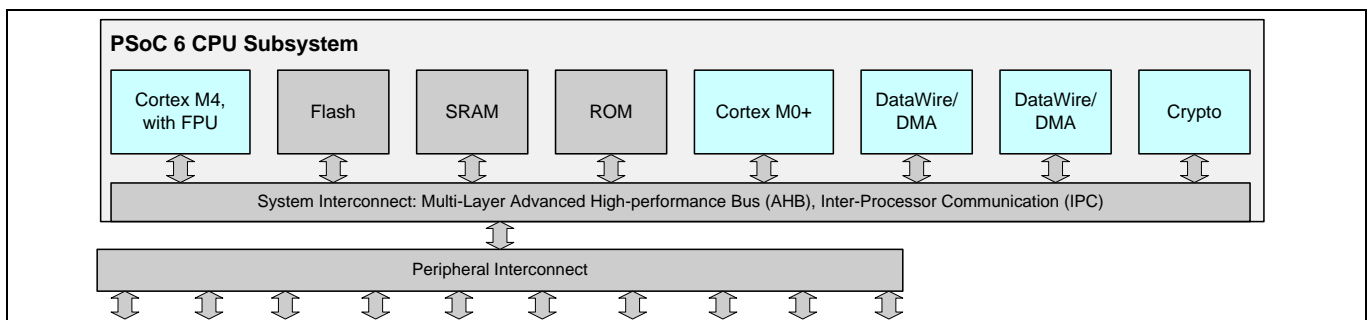

Figure 1 PSoC 6 MCU の標準 CPU サブシステム アーキテクチャ
PSoC 6 MCU の主な部分は CPU サブシステムです。Figure 1 に示すように、このアーキテクチャは複数のバス マスタ (2 つの CPU、DMA コントローラーや暗号化ブロック (Crypto)) が組み込まれます。
**Note:** Figure 1 のブロック図の内容は、デバイスによって異なります。PSoC 6 MCU の一部の製品にはアプリケーションで使用できる CPU が 1 つしかありません。詳細については デバイスデータシート をご覧ください。このアプリケーションノートはシングル CPU PSoC 6 MCU デバイスには適用されません。
ページ 2 の **Figure 1** に、PSoC 6 MCU のデュアル CPU アーキテクチャの概要を示します。(PSoC 6 MCU の詳細ブロック図については、デバイスのデータシートまたは AN221774 を参照してください。)ここではデュアル CPU に関連する特定の機能やその他の詳細について説明します。詳細は Arm documentation sets for Cortex-M4 と Cortex-M0+ および PSoC デバイスの テクニカル リファレンス マニュアル \(TRM\) を参照してください。